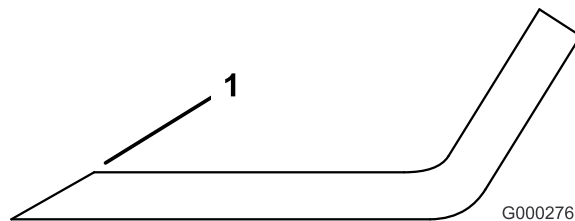

Figura 99
- Affilate i taglienti da entrambe le estremità della lama con una lima (Figura 99). Rispettate l'angolazione originale. La lama conserva il proprio equilibrio soltanto se viene rimossa una quantità uguale di materiale da entrambi i taglienti.